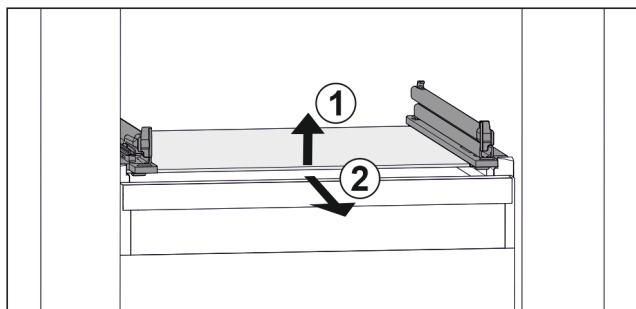

Fig. 34 Rappresentazione esemplificativa del ripiano in vetro
- ▶ Sollevare il ripiano in vetro dal davanti. Fig. 34 (1)
- ▶ Rimuovere il ripiano in vetro tirando in avanti. Fig. 34 (2)